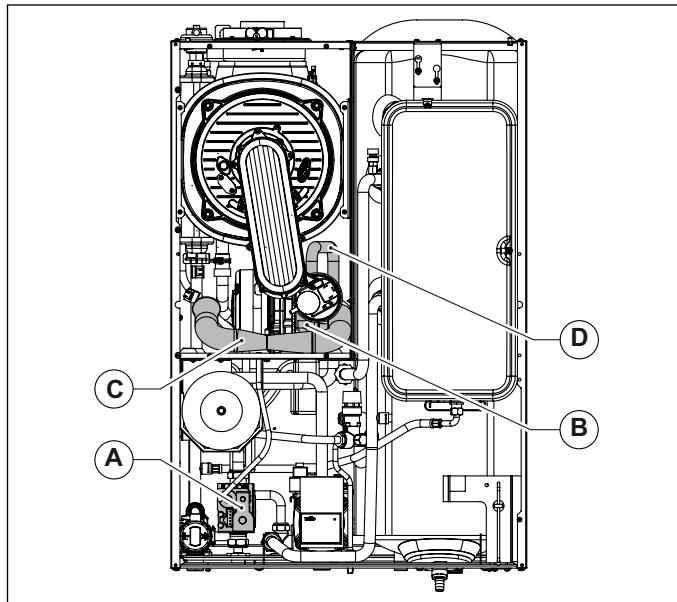

Fig. 32 Tobă de aspirație
- Înlăturați toba de aspirație având grija să deșurubați mai întâi șuruburile care fixează amestecătorul (vezi Fig. 32 Tobă de aspirație).
- Deconectați conducta de gaz de la amestecător (vezi Fig. 32 Tobă de aspirație).